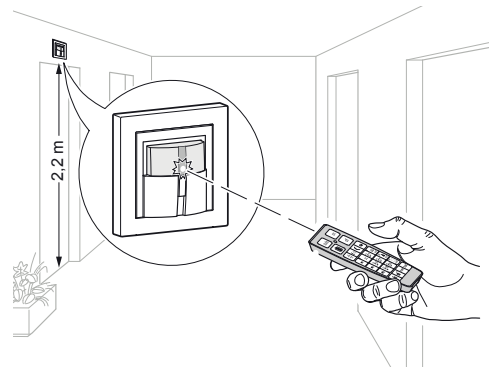

Fig. 9: Användning av IR-fjärrkontrollen
- Rikta fjärrkontrollens front mot den infraröda mottagardioiden under manövreringen (fig. 9).